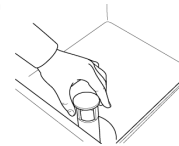

Fig.38
- 2- Abra la puerta y retire el tapón de flujo de agua. (Fig. 38)